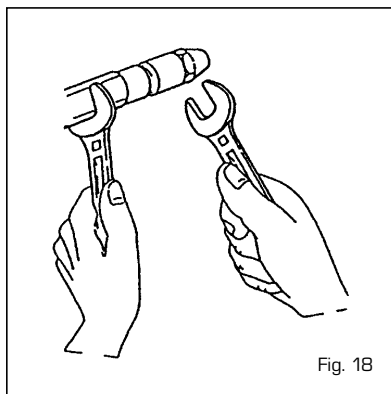

Fig. 18
4.7.3 Substituição Injector (fig. 18)
- Fixar o porta injector utilizando uma chave n°19 e desaparafusar o injector com uma chave n°16 (fig. 18).